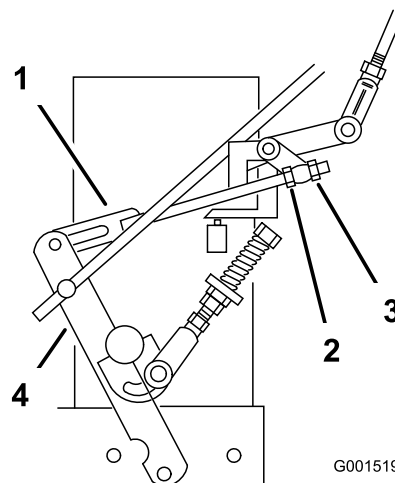

Figura 33
- Afloje la tuerca de ajuste delantera del acoplamiento izquierdo del control hidráulico (Figura 33).
- Gire la tuerca de ajuste izquierda trasera en sentido antihorario hasta que la rueda gire hacia adelante (Figura 33).
- Gire la tuerca de ajuste trasera en sentido horario, $\frac{1}{4}$ de vuelta a la vez. Luego mueva la palanca de control de velocidad a la posición de HACIA ADELANTE y otra vez a la posición de PUNTO MUERTO. Repita esto hasta que la rueda izquierda deje de girar hacia adelante (Figura 33).